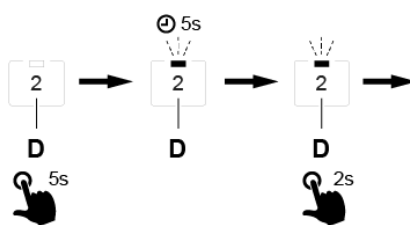

Fig. 12
- Hvis du vil omprogrammere funksjonsmodus til alternativ 2, trykker og holder du inne knapp D i fem sekunder. Se Fig. 12. Slipp opp knappen når LED-lampen begynner å blinke.